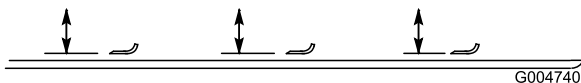

Рисунок 98
2. Поворачивайте нож, пока его концы не будут направлены вперед и назад (Рисунок 98). Измерьте расстояние от внутренней поверхности режущего блока до передней кромки ножа. Запишите этот размер.